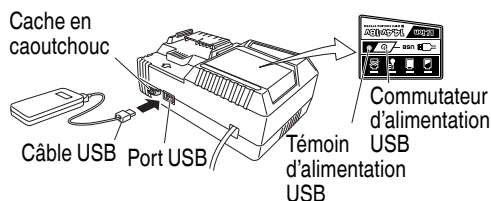

Fig.10
- (2) Mettez le commutateur d'alimentation USB sur marche (Fig. 10)
- (3) Connectez le câble USB. (Fig. 10)
- Mettez le commutateur d'alimentation USB sur arrêt et débranchez le câble d'alimentation de la prise électrique. (Fig. 10)